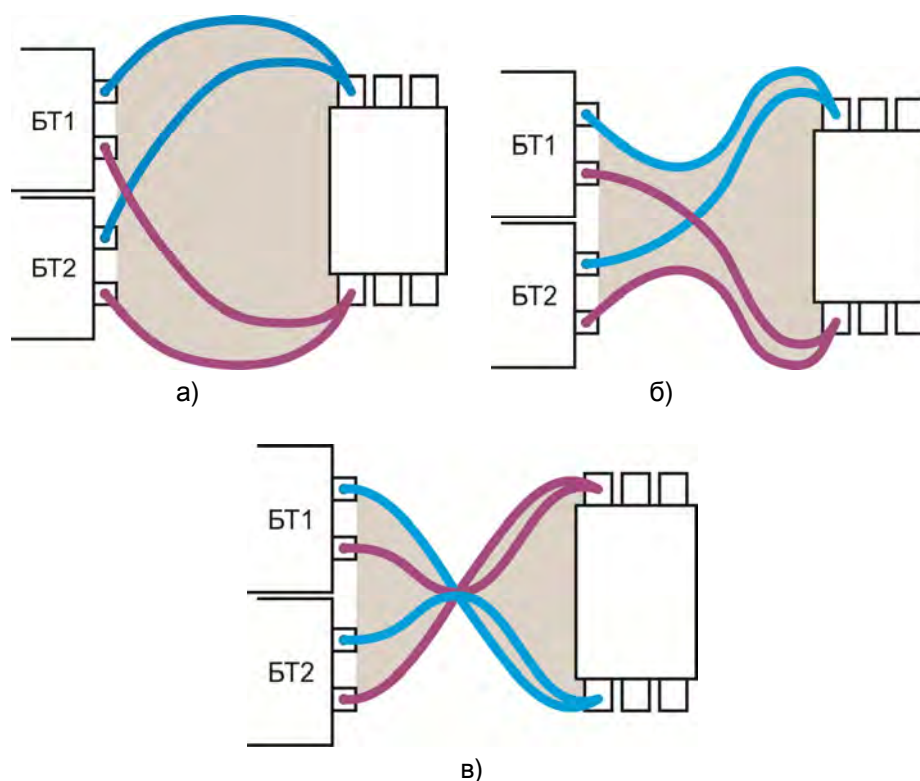

Рисунок 6.4 – Уменьшение индуктивного сопротивления силовой цепи
3) Постарайтесь снизить индуктивное сопротивление нагрузки, уменьшив площадь контура образованного силовыми проводами и нагрузкой (рисунок 6.4а). Для этого стяните силовые кабели по возможности ближе друг к другу (рисунок 6.4б), либо подключайте силовые кабели к нагрузке, скрестив концы (рисунок 6.4в).